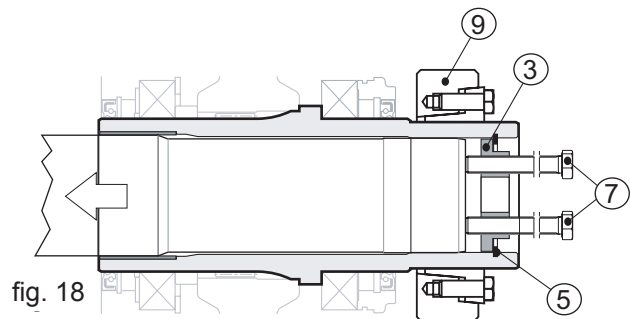

fig. 18
Introducir dos tornillos (pos. 7) en los dos orificios roscados de la placa de fondo (pos. 3), enroscarlos hasta que toquen el eje de la máquina (pos. 1) y seguir enroscándolos de forma alterna dando una vuelta por vez como máximo (véase fig. 18).